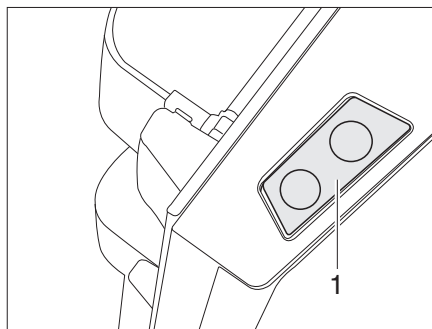

Fig. 324 Botón de desbloqueo de la puerta del frigorífico (Dometic de la serie 8)
- Pulsar el botón de desbloqueo (Fig. 324,1) y abrir la puerta del frigorífico.